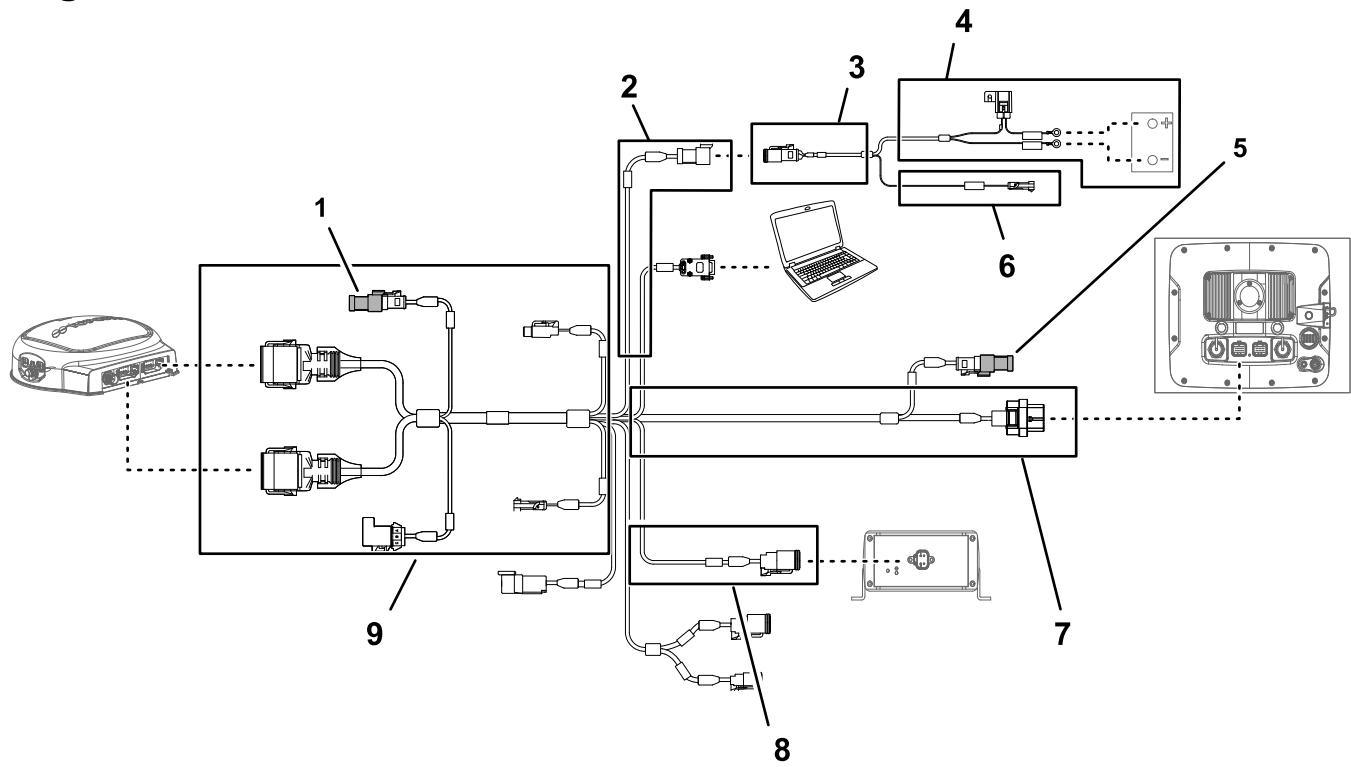

Figura 162
1. Si no está instalada, introduzca la resistencia de terminación en el conector eléctrico de la rama de 390 cm del arnés de datos del receptor de navegación (Figura 162).
2. Si no está instalada, introduzca la resistencia de terminación en el conector eléctrico de la rama de 220 cm del arnés de datos del monitor de fumigación (Figura 162).
3. Conecte el conector hembra de 3 vías (interfaz de alimentación eléctrica) del arnés eléctrico de navegación al conector de 3 pinos (interfaz de alimentación eléctrica) del arnés de datos (Figura 162 y Figura 163).